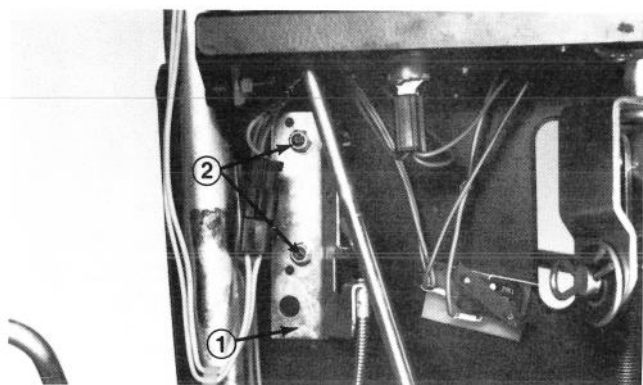

Fig. 5
1. Fra bagsiden skydes gaskontrollen gennem spalten i instrumentpanelet. Pas på ikke at beskadige ledningerne. Fastspænd gaskontrollen med to maskinskrue og låsemøtrikker (Fig. 5). Skru forsigtigt det røde håndtag på gaskontrollen.